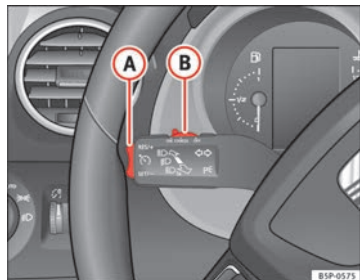

Fig. 154 Levier des clignotants et des feux de route : commutateur et touche basculante pour régulateur de vitesse
- Déplacez la commande ⇒ fig. 154 **B** vers la gauche pour la régler sur **ON**.